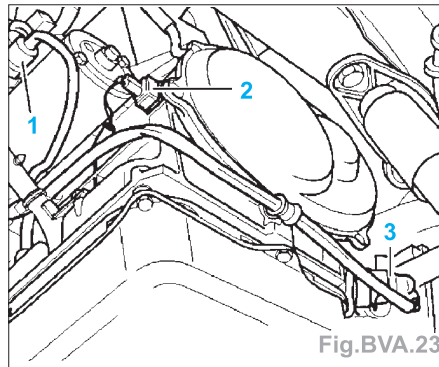

Fig.BVA.23
- Débrancher les raccords électriques (**1** à **3**) de la boîte (Fig.BVA.23) :